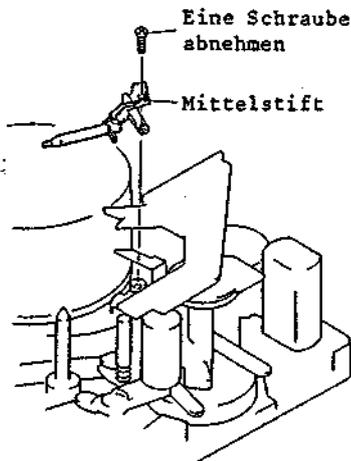

Abb. 2-84 Ausbau des Mittelstiftes
- Eine (1) Befestigungsschraube des Mittelstiftes lösen (siehe Abb. 2-84).